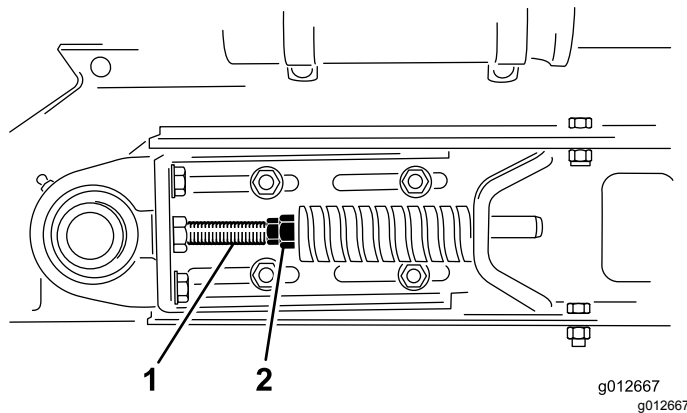

図 30
1. テンションロッドの前後のジャムナットをゆるめてスプリングの張りをなくす 図 30。